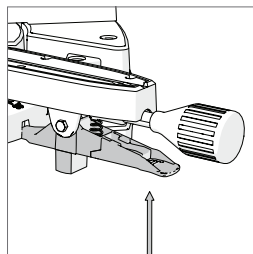

Fig. 31
- Tirer le levier de fixation pour la butée positive vers le haut. (**Fig. 31**)